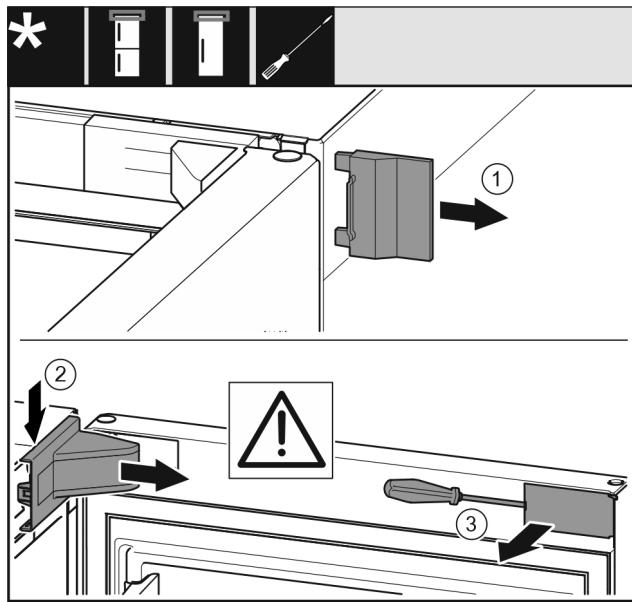

Fig. 8
▶ 取下外盖 Fig. 8 (1)。
▶ 拆卸并取下托架盖 Fig. 8 (2)。
▶ 使用带槽螺丝刀松开隔板 Fig. 8 (3)并把它转到一边。